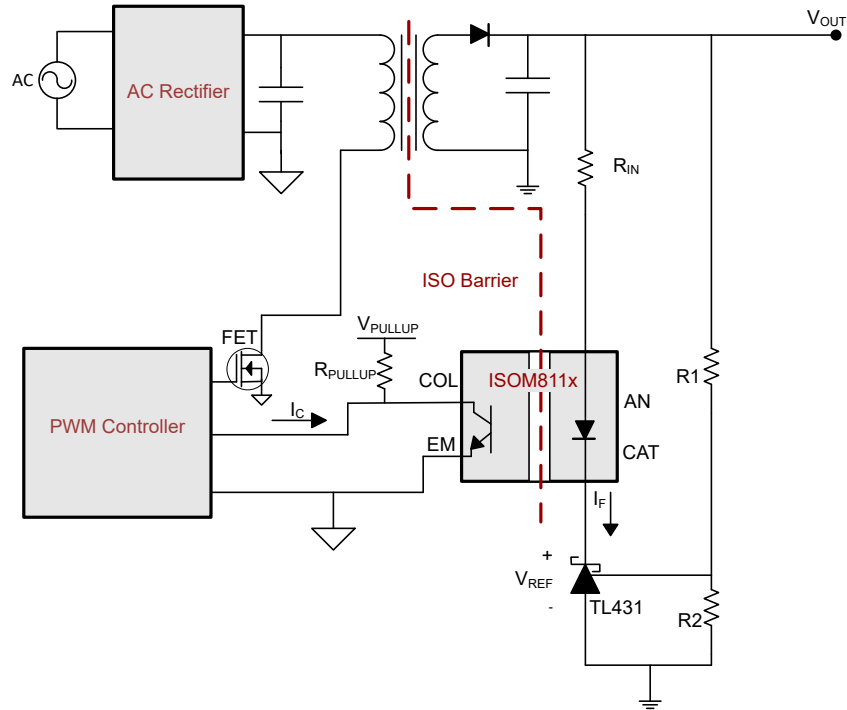

図 9-1. ISOM811x-Q1 を使用した代表的な絶縁型電源アプリケーション
**図 9-1** に、代表的な絶縁型電源を示します。この実装では、分圧抵抗 (R1 および R2) を使用して、エラーアンプによって出力電圧が検出されます。エラーアンプが検出する電圧レベルに応じて、TL431 は ISOM811x-Q1 の電流を上下に駆動することができ、その後これを基準電圧と比較します。この情報は、ISOM811x-Q1 により絶縁バリアを超えて 1 次側に渡され、PWM 制御回路が電力段を変調して出力電圧を制御します。TL431 および ISOM811x-Q1 は、安定した帰還と制御ループにとって重要な役割を果たします。
ISOM811x-Q1 の入力側は電流駆動です。AN ピンに流れる電流の量を制限するには、図 9-1 に示すように、直列抵抗  $R_{IN}$  を入力と直列に配置することをお勧めします。